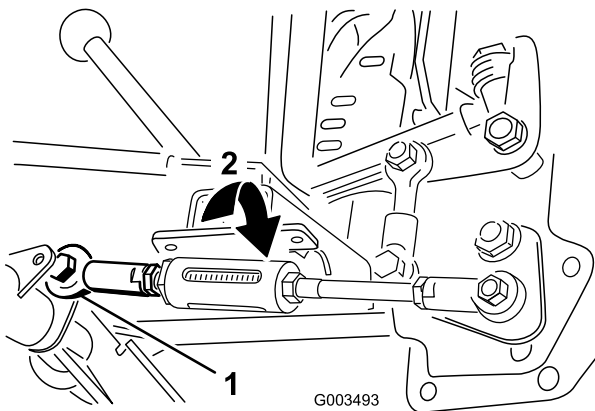

図 19
- A. ロッドをピボットチューブに固定しているボルトとナットを外す 図 19。
- B. 図 19 にあるボールジョイントを回してロッドの長さを以下のように変更する